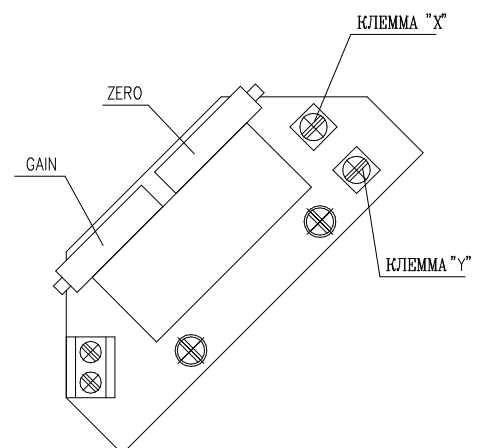

Рис. 6
EPV - 2-проводниковое включение (рис.6)
- Установте омический датчик на основании инструкций в предыдущей главе так, что омическую величину измеряйте на клеммах X-Y (рис.6). (употреблен датчик с омической величиной 100W)
- Поворачиванием устанавливающего триммера ZERO (рис.6) установте величину выходного сигнала тока, измеряемого на клеммах 81-82, на величину 4 мА.
- Поворачиванием устанавливающего триммера GAIN (рис.6) установте величину выходного сигнала тока, измеряемого на клеммах 81-82, на величину 20 мА.